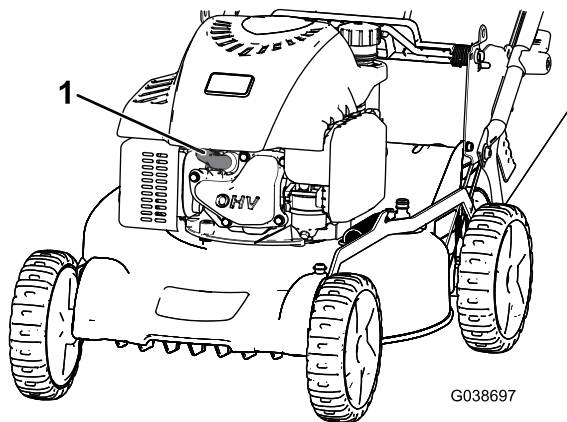

Bild 24
2. Ziehen Sie den Kerzenstecker von der Zündkerze ab (Bild 24).
2. Klemmen Sie das Zündkabel von der Zündkerze ab (Bild 24).